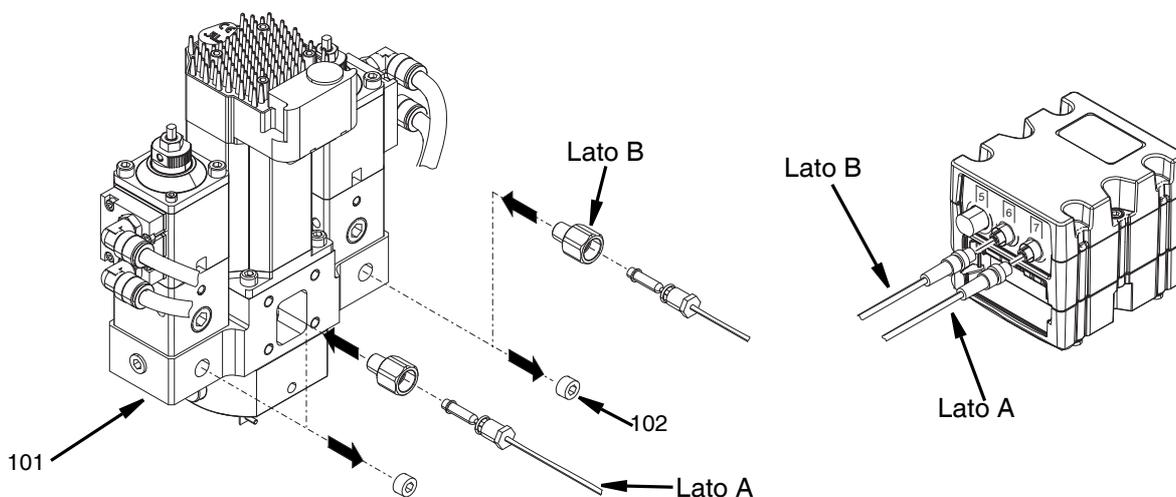

FIG. 40
2. Rimuovere 2 tappi (102) dal corpo base (101).
7. Collegare il trasduttore di pressione del lato B alla porta 6 sul modulo GCA cubico. Vedere FIG. 40.